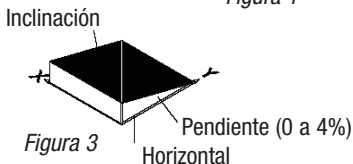

Figura 3
5. Comience la operación (figura 3).